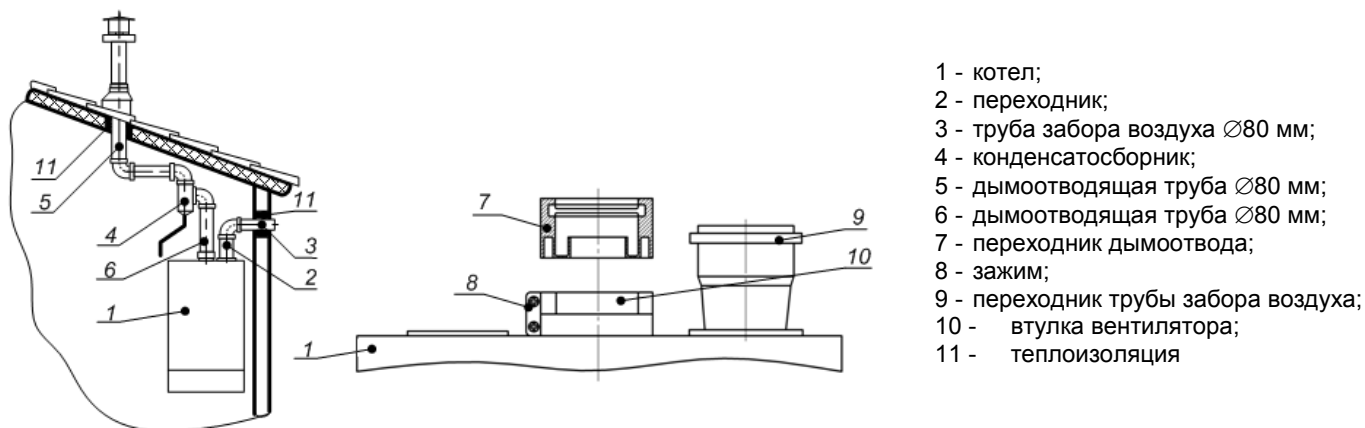

Рис. 7. Монтаж отдельных труб дымоотвода и воздуховода при помощи переходного комплекта
- ✓ в случае большой длины дымоотводящей трубы и возможного образования в ней конденсата перед котлом необходимо устанавливать конденсатосборник 4 (см. Рис. 7);
Переходной комплект состоит из деталей 7, 8, 9 (см. Рис. 7). Переходник дымоотвода 7 устанавливается на центральное отверстие в верхней плоскости котла и фиксируется зажимом 8.
- 7) монтаж трубы забора воздуха и дымоотводящей трубы производить согласно Рис. 7 (см. п. 9.2, стр. 14).